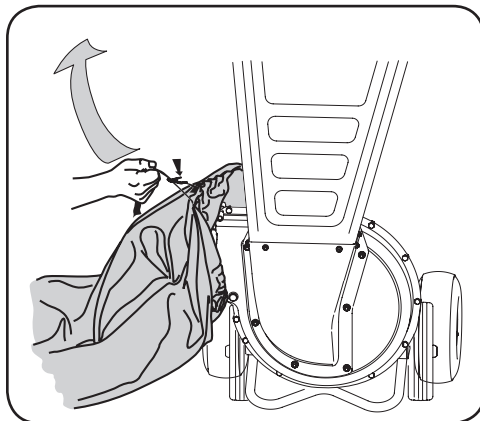

Figura 3-2
1. Ponga la abertura de la bolsa completamente sobre el canal deflector. Vea la Figura 3-2.